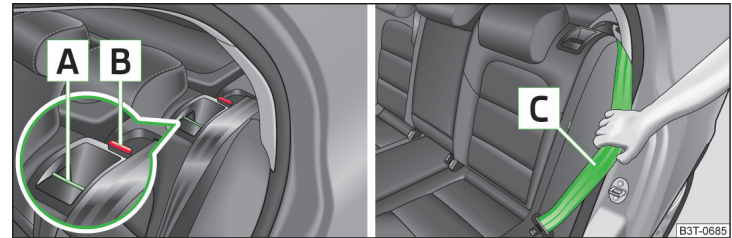

Abb. 76 Sitzlehne: entriegeln/verriegeln
- › Den Entriegelungsgriff **A** » Abb. 76 drücken und die Sitzlehne ganz vorklappen.
- › Den hinteren äußeren Sicherheitsgurt **C** » Abb. 76 an der Seitenverkleidung halten.